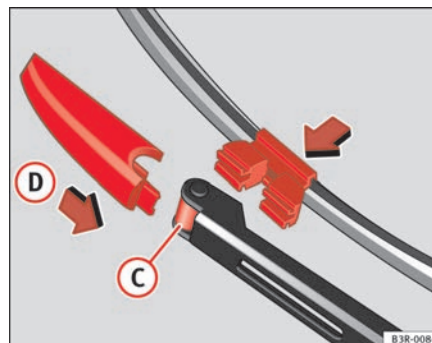

Abb. 170 Wischerblatt befestigen
- Setzen Sie das neue Wischerblatt in die Aufnahme des Scheibenwischerarms ⇒ Seite 228, Abb. 170 **(C)**.